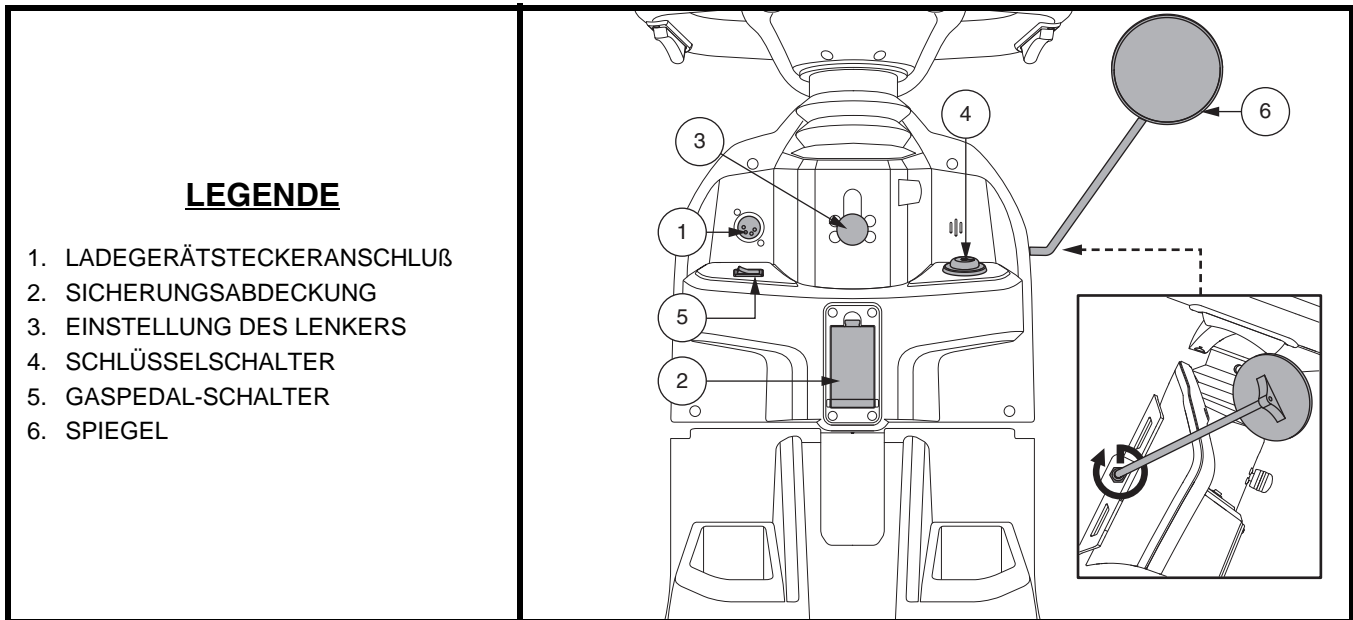

Abb. 4. Komponenten unterhalb des Lenkers
Das externe Ladegerät kabel wird in diesem Anschluss eingesteckt. Die externe Anschlussbuchse befindet sich am Lenker. **Siehe Abb. 4.**
- Um Ihr Personal Elektromobil einzuschalten, den Schlüssel in den Schlüsselschalter ganz einstecken und im Uhrzeigersinn drehen. **Siehe Abb. 4.**
Dieser Schalter legt fest, welcher Gaspedal-Hebel (links oder rechts) funktioniert. **Siehe Abb. 4.**